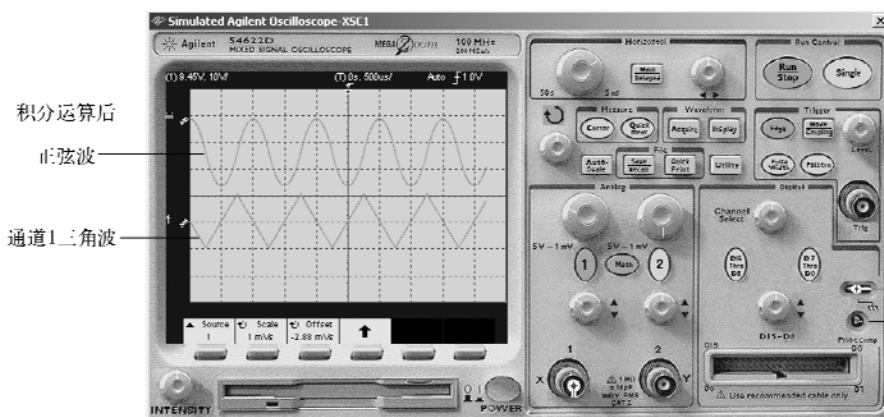

图 5-151 1kHz 三角波积分运算后的波形
5) $\int vdt$ 积分运算软按键：选择积分运算，可对所选信号源积分。通过积分或者通过测量波形包围的面积来计算脉冲能量。积分运算的单位是伏 / 秒，如图 5-151 所示。